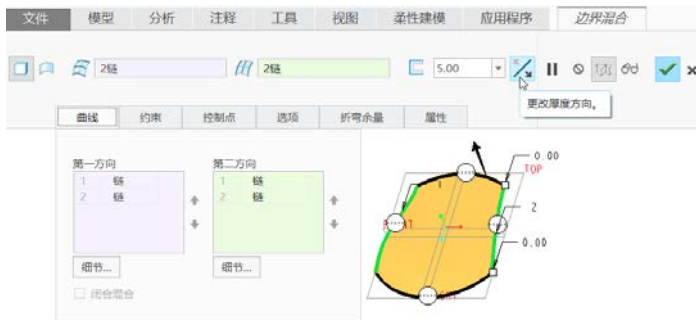

图 1-59 在“边界混合”选项卡中进行相关操作
(4) 在 (壁厚度) 尺寸框中输入壁厚度值为“5”，单击 (更改厚度方向) 按钮，如图 1-59 所示。